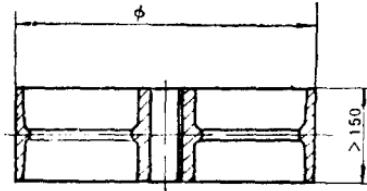

图10 皮带轮
1) 零件的高度：如皮带轮的高度大于 150 毫米，见图 10。底、盖箱铸件的尺寸，全部划在一块车板上，这样车板势必